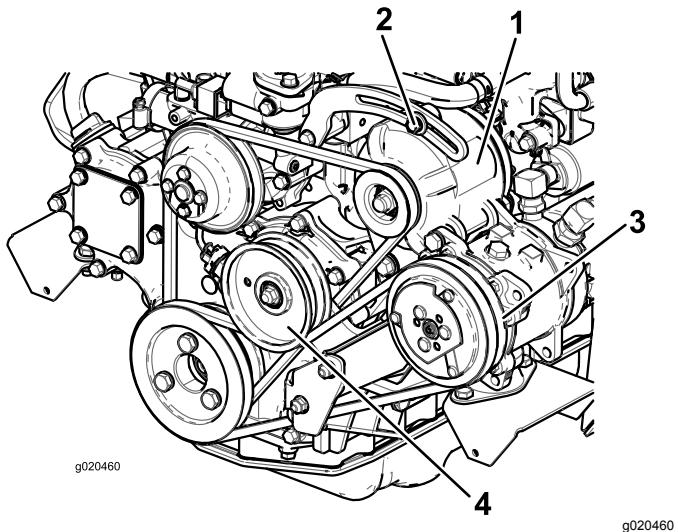

Figura 113
Se a deslocação obtida não for igual a 10 mm, deve desapertar os parafusos de montagem do alternador (Figura 113).
Verifique o estado e a tensão da correia (Figura 113) após cada 100 horas de funcionamento.
2. Se o desvio obtido não for igual 10 mm, deverá libertar o parafuso de montagem da polia intermédia (Figura 113). Aumente ou diminua a tensão da correia do compressor e aperte o parafuso. Verifique uma vez mais a deslocação da correia para se certificar de que a tensão está correta.